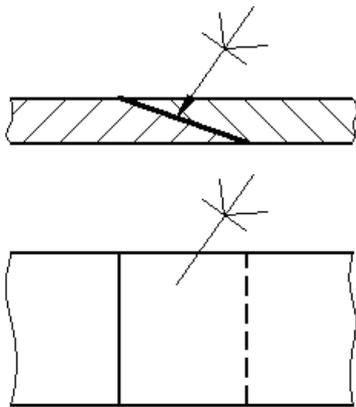

Рис. 28. Клеевое соединение
4. Склеиванием называют соединение деталей тонким слоем быстротвердеющего раствора – клея (рис. 28).